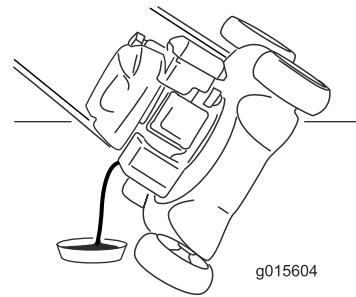

Bild 25
- Kippen Sie die Maschine seitlich (Luftfilter nach oben), um das Altöl aus dem Öleinfüllstutzen abzulassen (Bild 25).
- Lesen Sie den Ölstand am Peilstab ab (Bild 25).